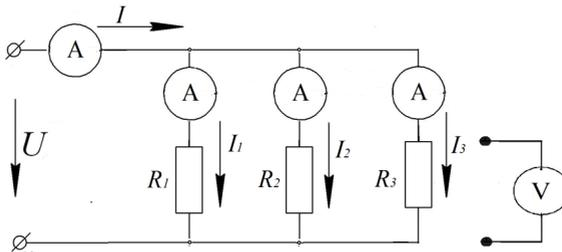

Рис. 3.1. Электрическая схема исследуемой цепи
В лабораторной работе исследуется параллельная линейная электрическая цепь постоянного тока. Схема исследуемой цепи (рис. 3.1) собирается с помощью соединительных проводников на наборной панели лабораторного стенда.
2. Выберите номиналы миниблоков с резисторами R_1 , R_2 , R_3 и соберите исследуемую цепь на макетной панели с помощью проводников. В каждую ветвь последовательно включите миниблок «амперметр» (рис. 3.1).